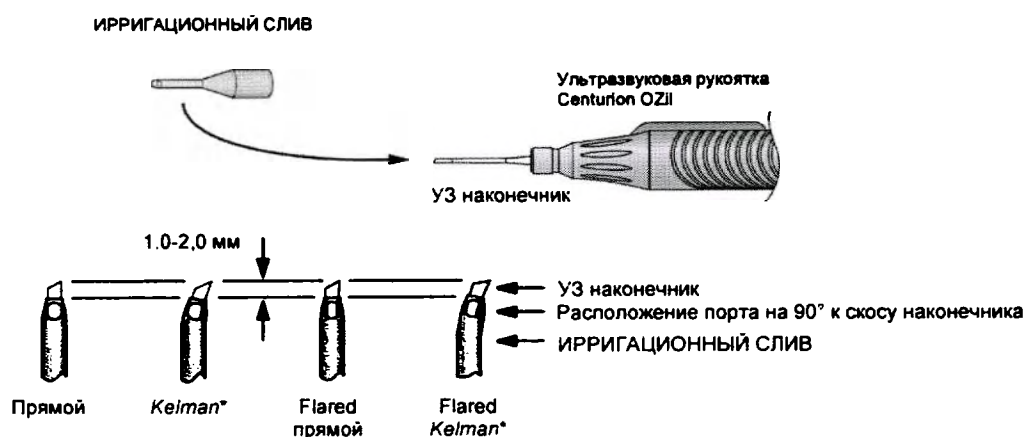

Рисунок 3-2 Подготовка ирригационного слива/ультразвукового наконечника рукоятки
10. Проверьте соответствие цветовой кодировки для ультразвукового наконечника и соответствующего ему ирригационного слива (см. таблицу 3-1). Конец магистрали должен оставлять свободным ультразвуковой наконечник на 1-2 мм (смотрите Рисунок 3-2). Расположите порты как показано на рисунке ниже. Избегайте перекручивания ирригационной магистрали.
11. Снимите защитный колпачок с разъема кабеля, оттянув гильзу разъема и отпустив колпачок. Совместите красную точку на разъеме кабеля рукоятки с красной точкой разъема соединителя на лицевой панели соединителей и вставьте разъем кабеля в разъем консоли (смотрите Рисунок 3-2 и 3-3). Если это рукоятка Centurion *OZil*, подключите ее к одному из двух верхних разъемов. Если это рукоятка *Infiniti OZil*, подключите ее к нижнему разъему. Операционная медсестра